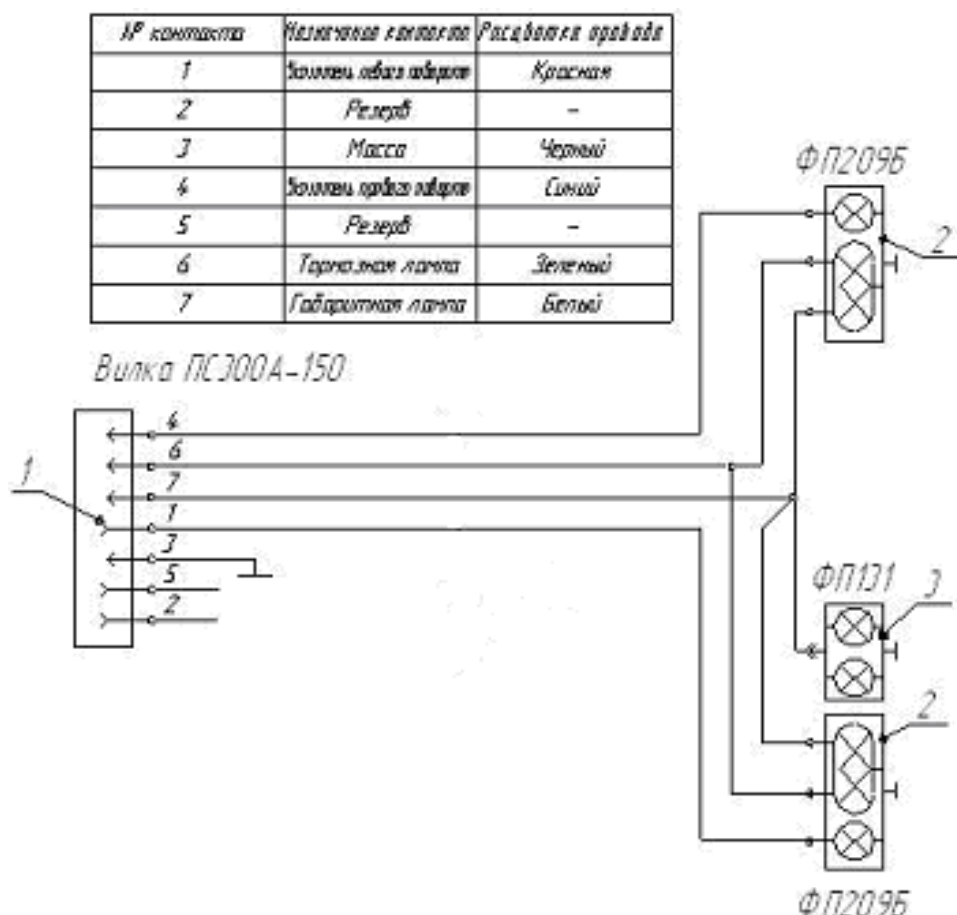

Рис. 22. Схема электрическая принципиальная
4.9. Система электрооборудования (рис.22). Электрооборудование прицепа постоянного тока напряжением 12В от сети трактора. Для присоединения электрооборудования второго прицепа на кронштейне задней поперечины рамы установлена розетка 6. Рядом с розеткой установлен выключатель 5 указателей поворота первого прицепа. Выключение осуществляется нажатием на кнопочное устройство, а включение — на боковую скобу выключателя.